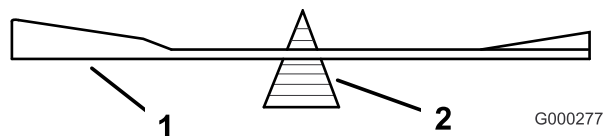
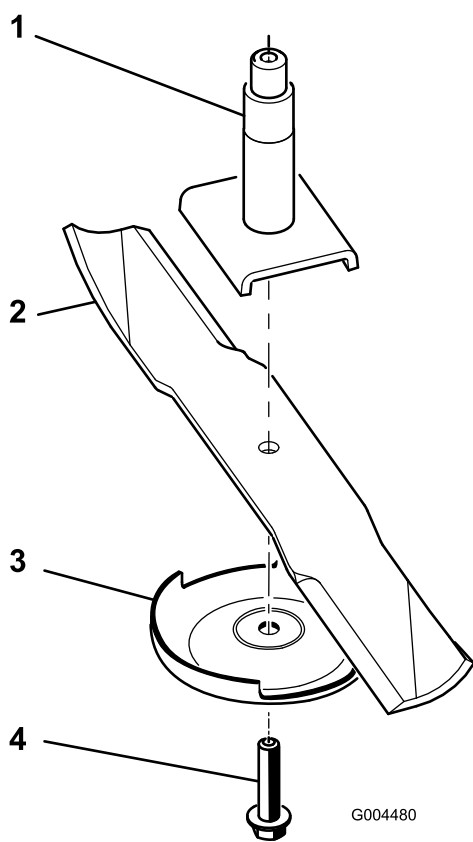

Figura 24
Figura 25
2. Togliete il bullone della lama, la piastra antistrappo e la lama dall'asse del fusello (Figura 25).
2. Controllate l'equilibrio della lama posizionandola su un bilanciatore (Figura 24). Se la lama rimane in posizione orizzontale, è bilanciata e può essere utilizzata. Se la lama non è bilanciata, limate del metallo soltanto dalla costa (Figura 25). Ripetete la procedura finché la lama non è perfettamente bilanciata.
1. Montate la lama sull'asse del fusello (Figura 25).
2. Montate la piastra antistrappo e il bullone della lama (Figura 25).